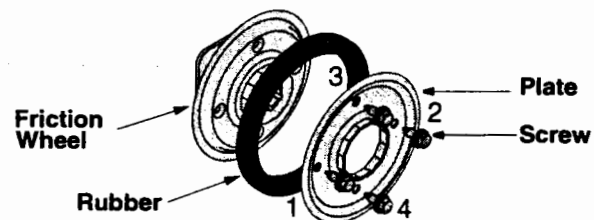

Figure 30
- Installez le nouveau caoutchouc de la roue de frottement sur la roue de frottement, tournez chaque vis approximativement 2 tours dans l'ordre illustré à la Figure 30 , et serrez-les à fond. Il est très important que la bague de caoutchouc soit bien montée de façon symétrique.